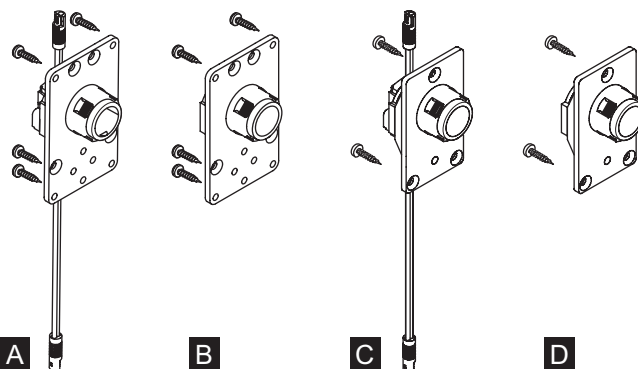

Fig. 2: Platine électrifiée et platine non électrifiée
- Ensemble platine Mono 20 P/L avec câble électrique (Fig. 2/A)
- Ensemble platine Mono 20 P/L non électrifiée (Fig. 2/B)
- Ensemble platine Mono 20 P/L light avec câble électrique (Fig. 2/C)
- Ensemble platine Mono 20 P/L light non électrifiée (Fig. 2/D)